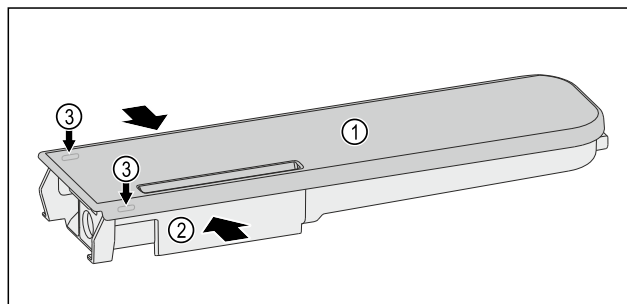

Fig. 145
- Comprimere il serbatoio dell'acqua Fig. 145 (2) e fare leva con attenzione sul coperchio Fig. 145 (1) sollevandolo dai naselli di arresto Fig. 145 (3).
- Spostare leggermente avanti e indietro il coperchio Fig. 145 (1) e rimuoverlo verso l'alto.